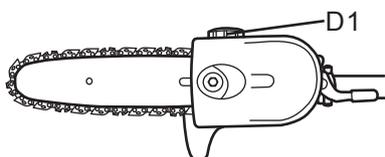

Fig. 10a
- Placer le produit sur une surface appropriée en orientant le bouchon du réservoir d'huile de chaîne (D1) vers le haut (voir Fig. 10a).